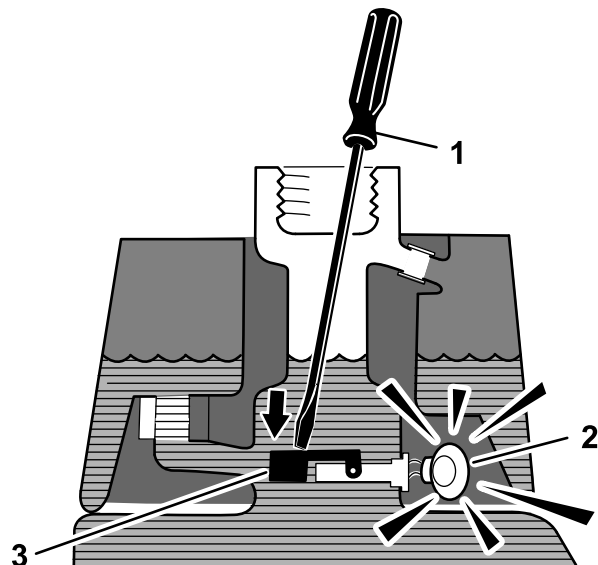

Bild 43
3. Stecken Sie eine saubere Stange oder einen Schraubenzieher in den Einfüllstutzen des Behälters und drücken Sie den Schwimmerschalter (Bild 43) leicht nach unten. Der Alarm sollte nach einer Sekunde ertönen.